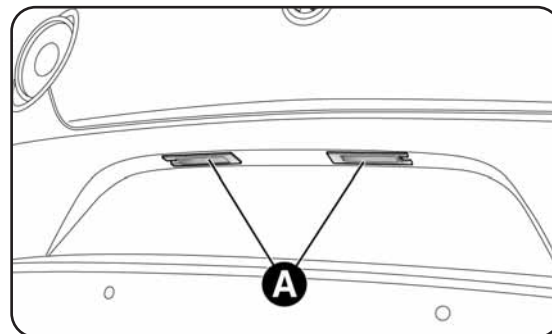

fig. 29
- remove the lens unit A-fig. 29;